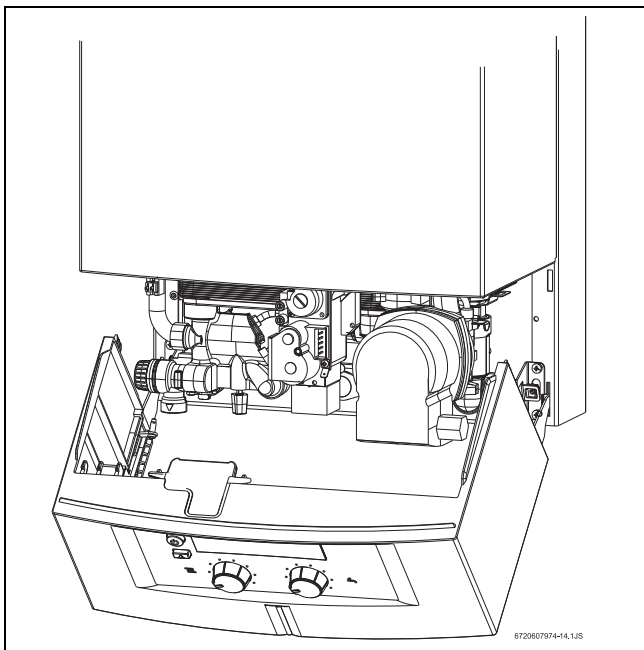

Рис. 23 Сервисная позиция для регулирования газовой арматуры
- ▶ Перевести панель управления в сервисную позицию (см. рис. 23).